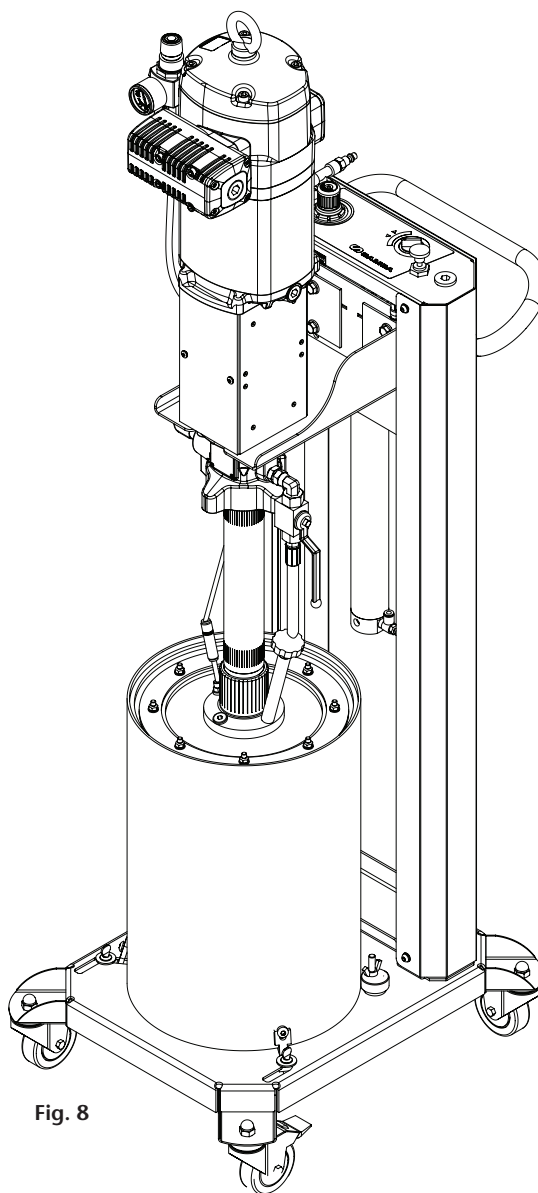

Fig. 8
- El equipo está ya preparado para operar con él (Fig. 8).